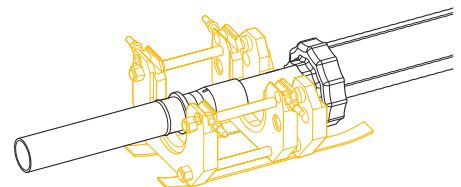

Рис. 4.6.5
6. Установить трубу с фитингом в обжимное устройство (рис. 4.6.5).